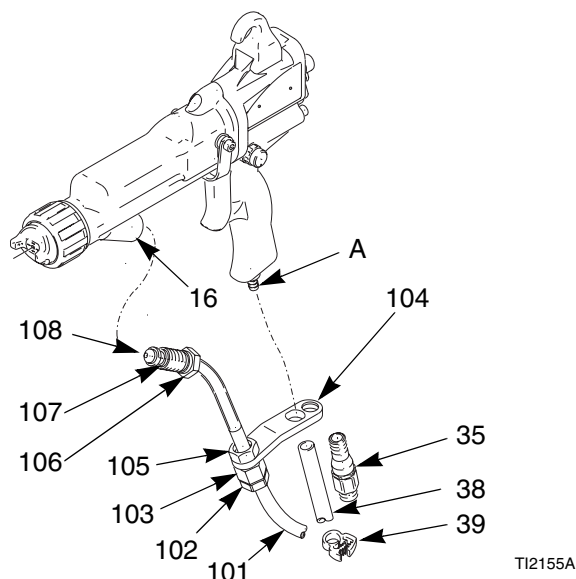
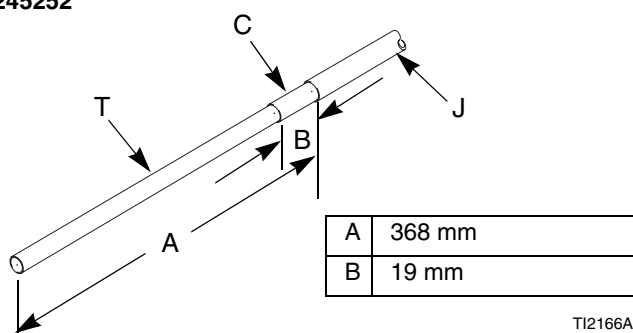
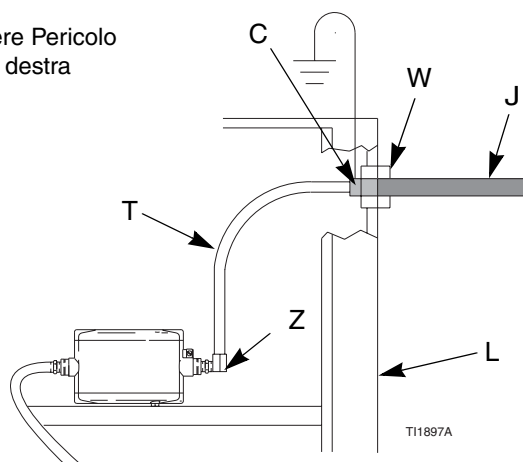

Fig. 3. Collegare il flessibile del fluido
Fig. 6. Dimensioni del flessibile a base acquosa (sul dispositivo WB100 Graco)
Fig. 7. Collegamento del flessibile del fluido con protezione su WB100 Graco
Utilizzare sempre un flessibile per fluido a base acquosa della Graco tra l'uscita del fluido del sistema di isolamento della tensione e l'ingresso del fluido della pistola. Vedere la FIG. 3. Il flessibile del fluido a base acquosa (101) è costituito da un flessibile interno in PTFE (T) e una guaina esterna resistente alle abrasioni (J). Il flessibile con protezione 245252 ha anche uno strato conduttivo (C). Lo strato conduttivo è collegato a terra alla staffa del raccordo della pistola (104).
1. Rimuovere il raccordo di ingresso dell'aria della pistola (35). Vedere la FIG. 3.
- Applicare grasso dielettrico (40) in quantità all'anello di tenuta (107) e alle filettature del raccordo (106). Estrarre il raccordo di 38 mm e applicare il grasso al flessibile in PTFE esposto per riempire la zona tra il flessibile e il raccordo. Assicurarsi che l'ingresso del cannotto sia pulito e asciutto, quindi avvitare il raccordo nell'ingresso del fluido del cannotto della pistola (16). Vedere FIG. 3.
- Allentare il dado di sfogo (102) in modo che la staffa si muova liberamente sul flessibile.
- Allineare i fori della staffa (104) con l'ingresso aria e l'uscita di sfogo. Assicurare il raccordo di ingresso dell'aria (35). Serrare il dado di sfogo (102) per fissare il flessibile.
- Verificare che il dado (105) sia serrato fermamente all'alloggiamento del puntale (103).
7. Premere il tubo di scarico (38) sull'adattatore conico (A). Fissare il tubo utilizzando la fascetta (39).
- a. *Dispositivo WB100 Graco*: Far scorrere il flessibile attraverso il raccordo di sfogo (W). Assicurarsi che lo strato conduttivo (C) sia passato attraverso il raccordo. Serrare fino a 6,2 N.m. Estrarre il flessibile per controllare che sia sicuro. Attenersi ai requisiti nel **Pericolo** sulla destra. Vedere FIG. 6. e FIG. 7.